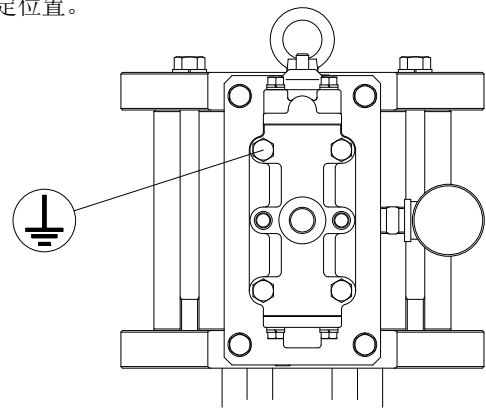

Fig.5 地线设置位置
- a) 设置泵时请务必在指定位置连接地线。请参照 **Fig.5** 的指定位置。